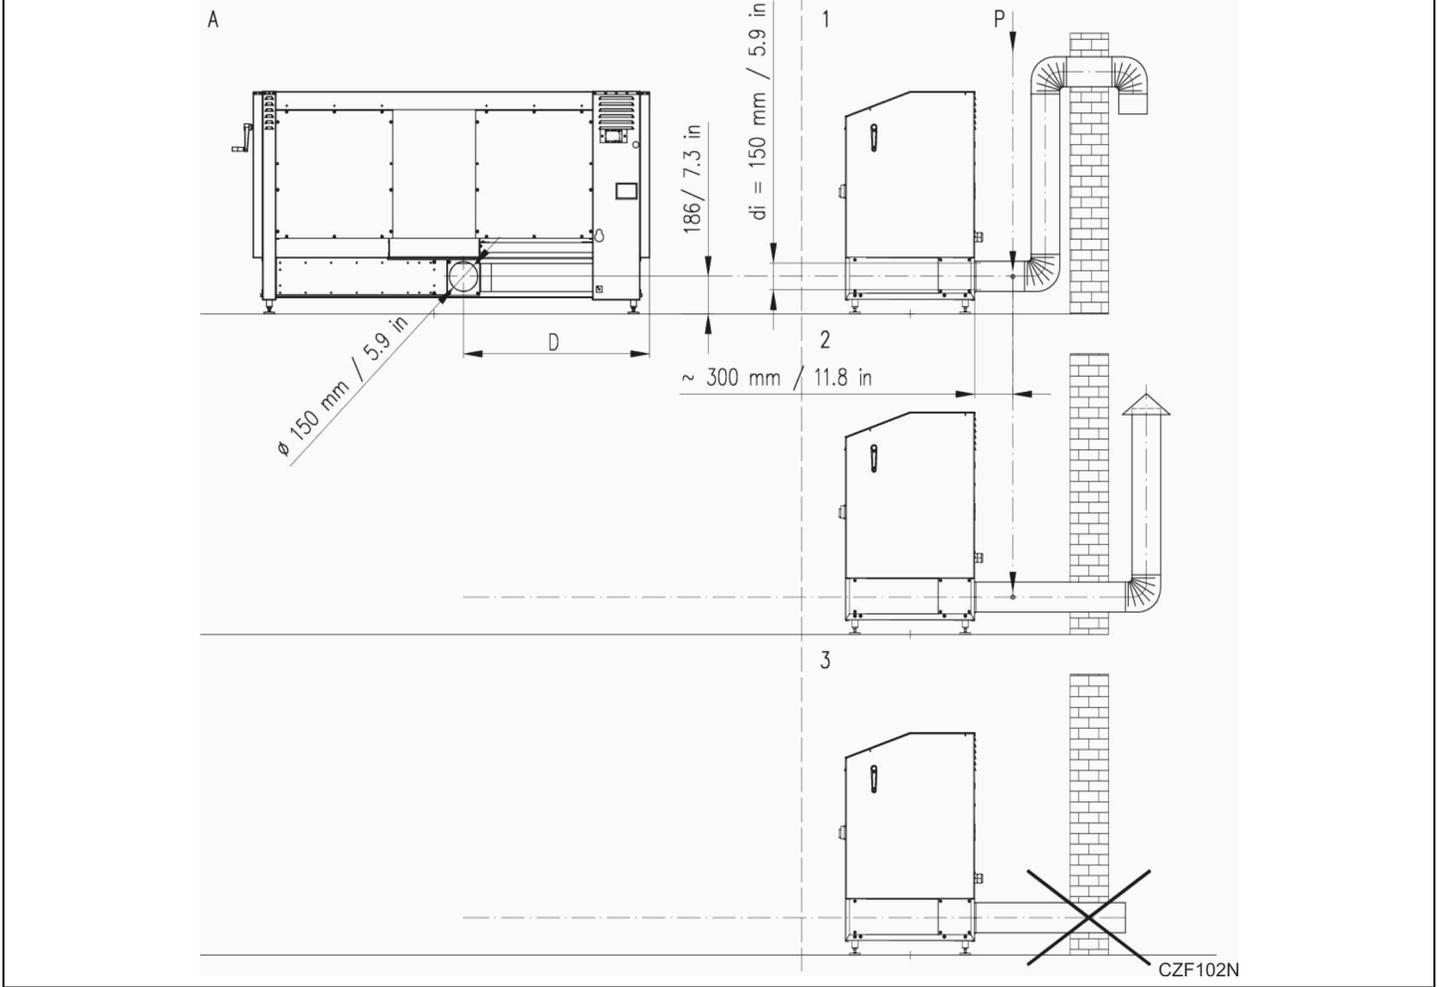
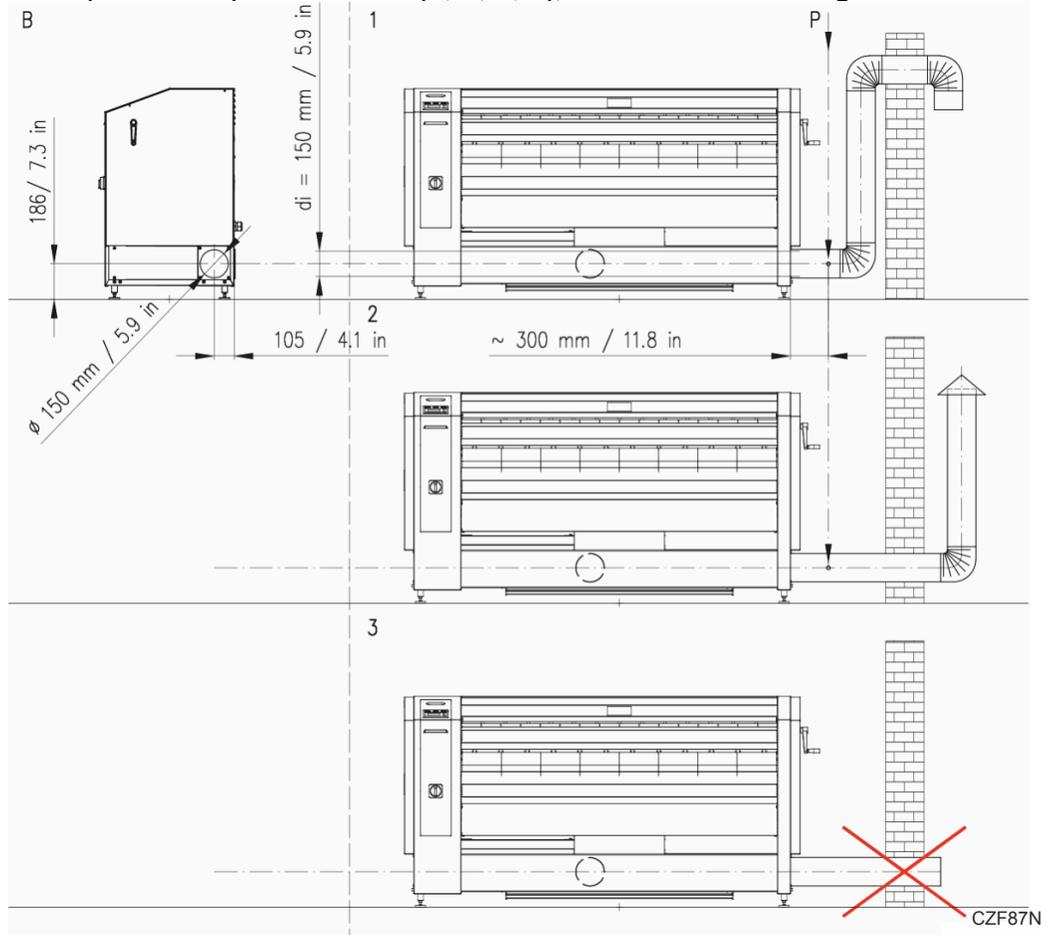
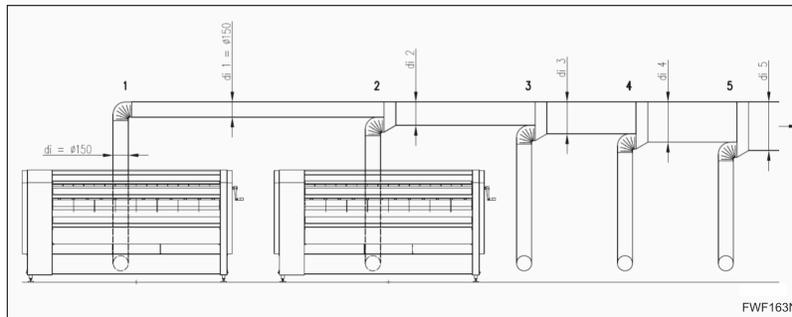

Figura 11
Figura 12
Figura 13
Parametri di Figura 11 e Figura 12
- A – scarico vapore posteriore: *Figura 11*
- B – scarico vapore a destra: *Figura 12*
- Le dimensioni e altri parametri relativi all'installazione del sistema di scarico sono illustrati nelle figure sopra, in *Figura 11*, *Figura 12*, *Figura 13* e in *Tabella 10*, *Tabella 4*, *Tabella 9*.
- Lo scarico del vapore deve essere separato da tutte le altre tubature e deve essere montato in base a *Figura 11* o *Figura 12* dalla via d'uscita dall'edificio più breve.
Parametri di Figura 13